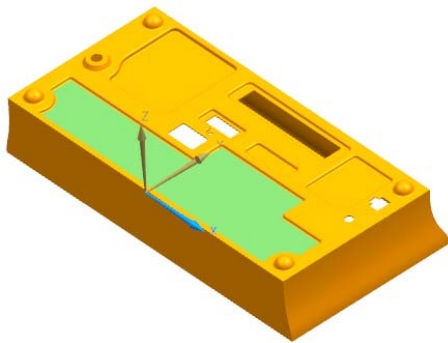

图 8-79 选择草图工作平面
(1) 选择“菜单(M)” → “插入(S)” → “切割(T)” → “法向除料(N)”，或者单击“主页”选项卡“特征”面组上的“法向除料”按钮 ，打开“法向除料”对话框。设置“切割方法”为“厚度”，“限制”为“直至下一个”。
(2) 单击“绘制截面”按钮 ，打开“创建草图”对话框。在视图区选择草图工作平面，如图 8-79 所示。